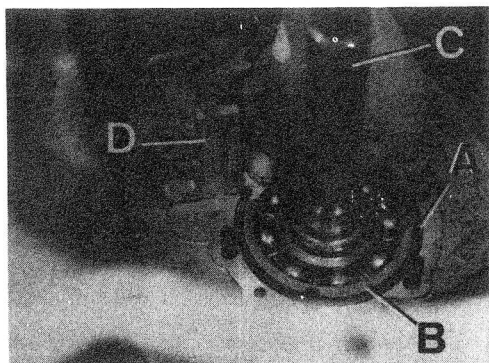
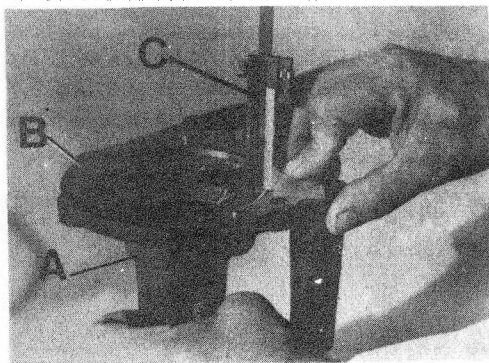
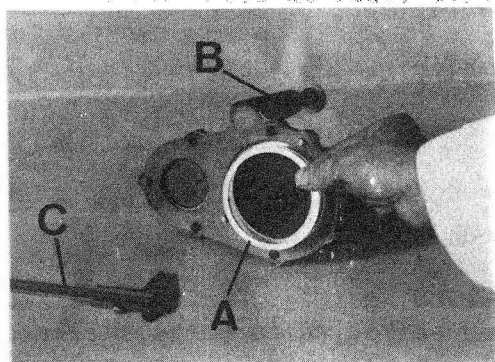

Fig. C1-78 Medición rodamiento del eje primario
Fig. C1-79 Medición alojamiento en tapa delantera
Fig. C1-80 Arandelas de ajuste
- 3.3.1. Asegurándose que el anillo elástico, A (Fig. C1-78) haga tope en la cara de apoyo del cárter de embrague, se medirá la parte saliente de la pista exterior del rodamiento, B, del eje primario, C, con relación a la cara - de apoyo del cárter de embrague.
- 3.3.2. Medir la profundidad del alojamiento de la pista exterior del rodamiento en la tapa delantera, A (Fig. C1-79), teniendo en cuenta que dicha tapa - deberá tener la junta, B, superpuesta.
3.3.3. La diferencia entre la medida obtenida sobre el rodamiento, B (Fig. C1-78) y la obtenida en el alojamiento de la tapa, A (Fig. C1-79), será el espesor de las arandelas de reglaje, A (Fig. C1-80) necesarias para proceder al -- montaje de la tapa delantera, B, si bien se puede aumentar el espesor de arandelas 0,10 mm, que es el apriete máximo permitido que puede dársele a rodamiento.